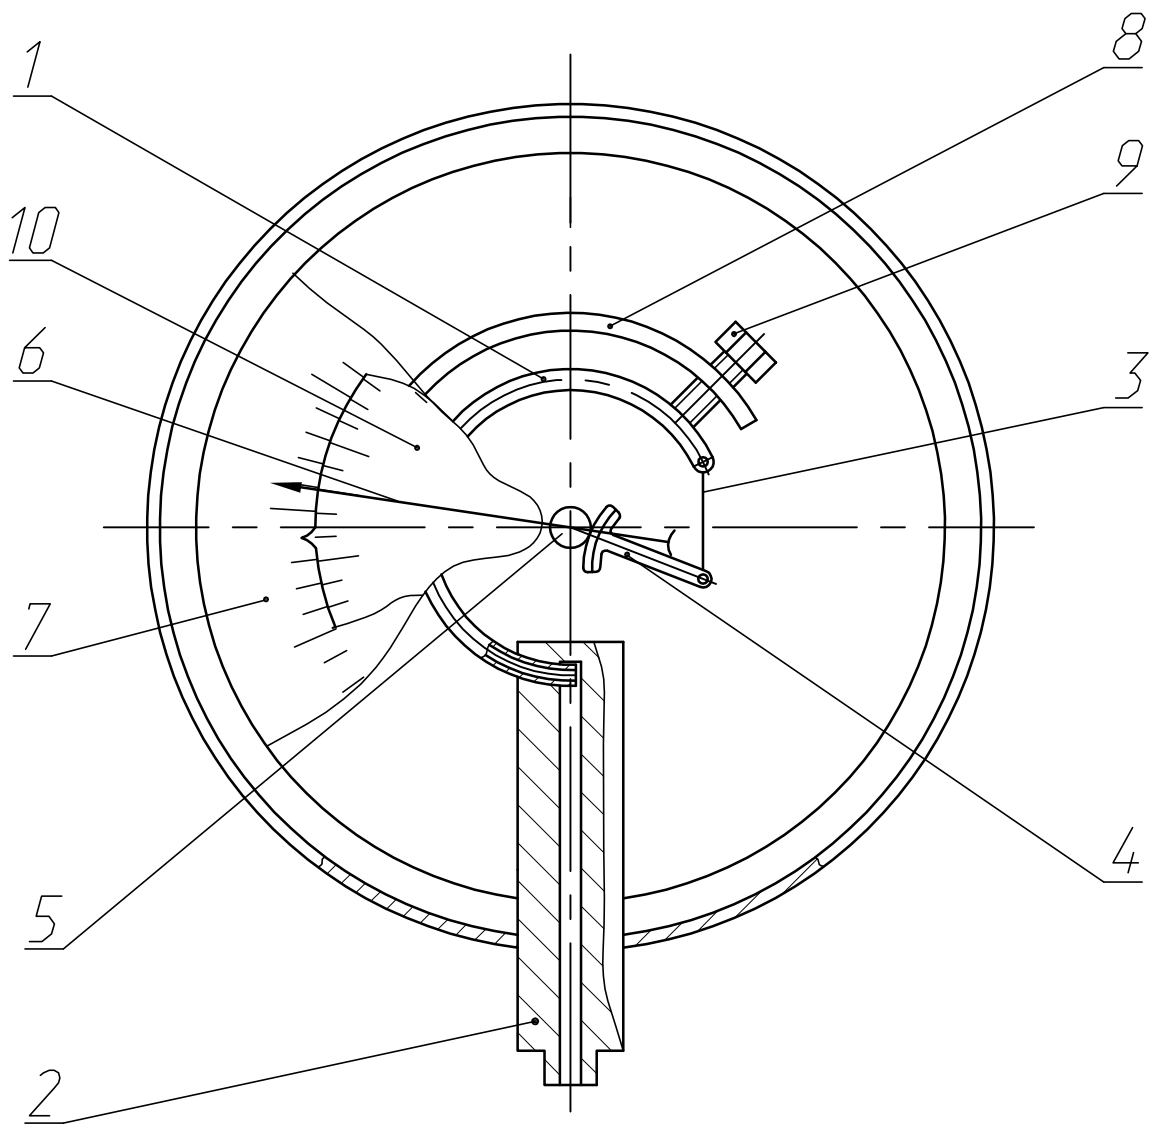

Рисунок 3
3.1 Измеряемое давление подается во внутреннюю полость манометрической пружины 1 (рисунок 3), один конец которой жестко закреплен в держателе 2, другой свободен.
При подаче давления перемещение свободных концов пружин преобразуется во вращательное движение показывающей стрелки 6 и вращающегося диска с указателем 10 (рисунок 3).